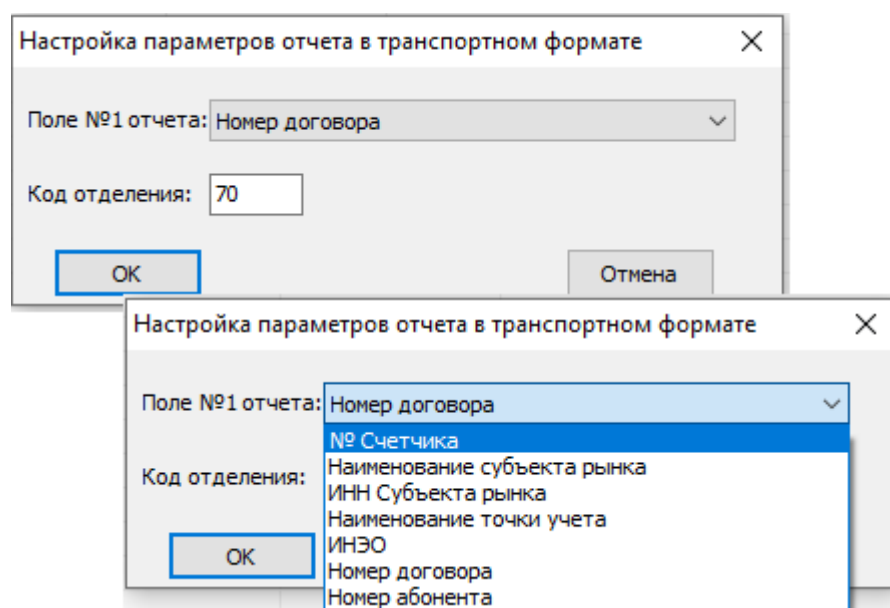

Рисунок 23. Настройка параметров отчёта в транспортном формате.
8.3 При выборе настройки «Транспортный формат» появится окно «Настройка параметров отчёта в транспортном формате», Рисунок 23.